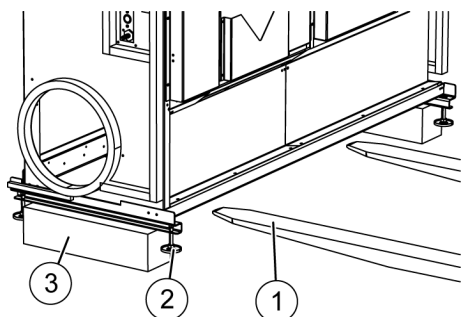

Abb. 26
- 9.** ➔ Hubwagen (Abb. 26/1) mittig unter das Gerät platzieren.
- 10.** ➔ Gerät anheben und Holzbalken (Abb. 26/3) entfernen.
- 11.** ➔ Hubwagen (Abb. 26/1) absenken und Gerät auf die Stellfüße (Abb. 26/2) abstellen.